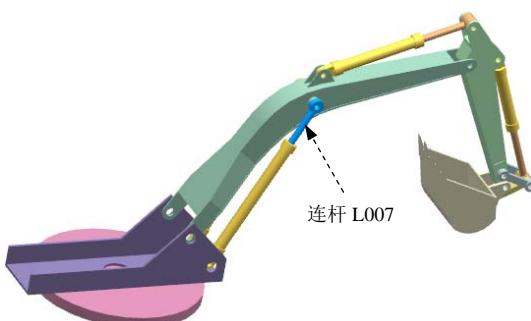

图 10.8.8 定义连杆 L007
(7) 定义连杆 L007。选取图 10.8.8 所示的零件为连杆 L007，在“连杆”对话框中单击